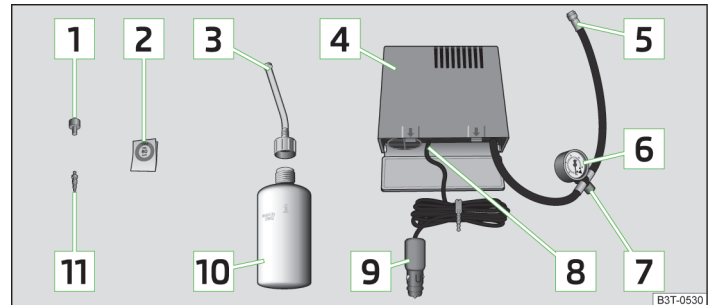

Abb. 186 Bestandteile des Pannensets
- Den Aufkleber **2** » Abb. 186 auf Seite 234 auf die Schalttafel im Sichtfeld des Fahrers kleben.
- Die Reifenfüllflasche **10** » Abb. 186 auf Seite 234 einige Male kräftig hin und her schütteln.
- Den Reifenfüllschlauch **5** » Abb. 186 auf Seite 234 des Luftkompressors fest auf das Reifenventil schrauben.